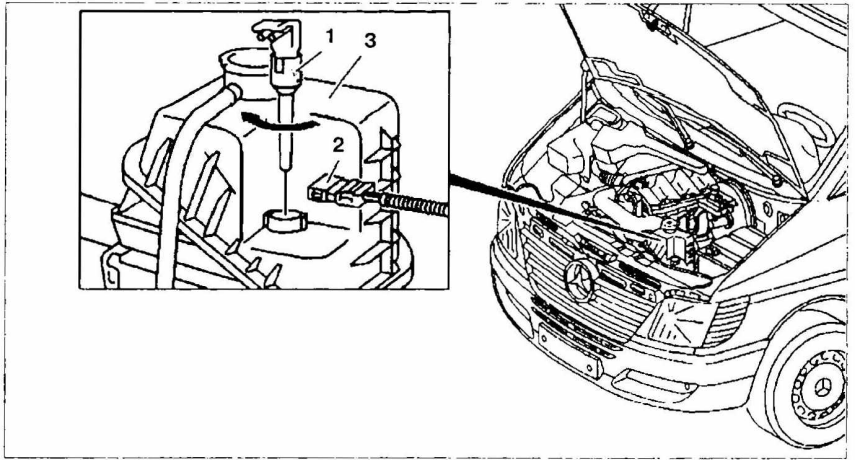

Рис. 55. Снятие и установка датчика уровня охлаждающей жидкости:
1. Слейте охлаждающую жидкость настолько, чтобы опустошить расширительный бачок 3 (рис. 55).